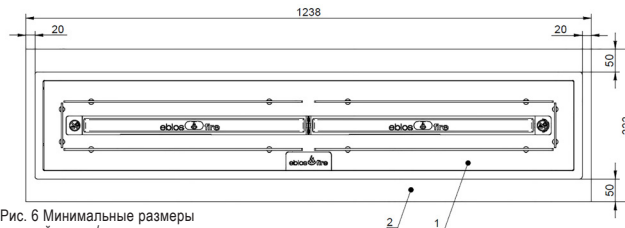

Рис. 6 Минимальные размеры верхней плиты/столешницы
- Минимальный размер верхней плиты/столешницы (рис. 6) составляет 1250 x 400 мм (ширина x глубина).